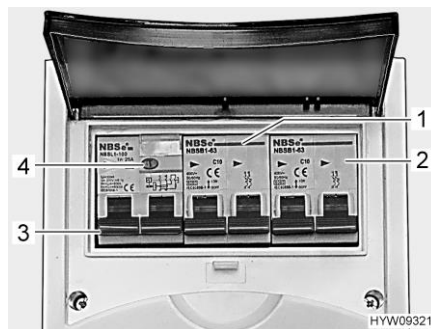

Fig. 121 Disjoncteur de protection de circuit et disjoncteur FI (coffret de fusibles 230 V)
Un disjoncteur différentiel (disjoncteur FI) (Fig. 121,3) dans le coffret de fusibles protège tout le véhicule contre le courant différentiel (30 mA).
Le disjoncteur de protection de circuit connecté en aval (10 A) (Fig. 121,1) protège les prises de courant de 230 V, l'appareil d'alimentation électrique, l'appareil d'alimentation électrique auxiliaire et le réfrigérateur.
Sur les véhicules possédant un équipement particulier tel que la climatisation, un disjoncteur de protection de circuit supplémentaire (16 A) (Fig. 121,2) protège l'appareil.
- Lorsque le véhicule est raccordé à l'alimentation 230 V, appuyer sur la touche de contrôle (Fig. 121,4). Le disjoncteur différentiel (FI) doit se déclencher.